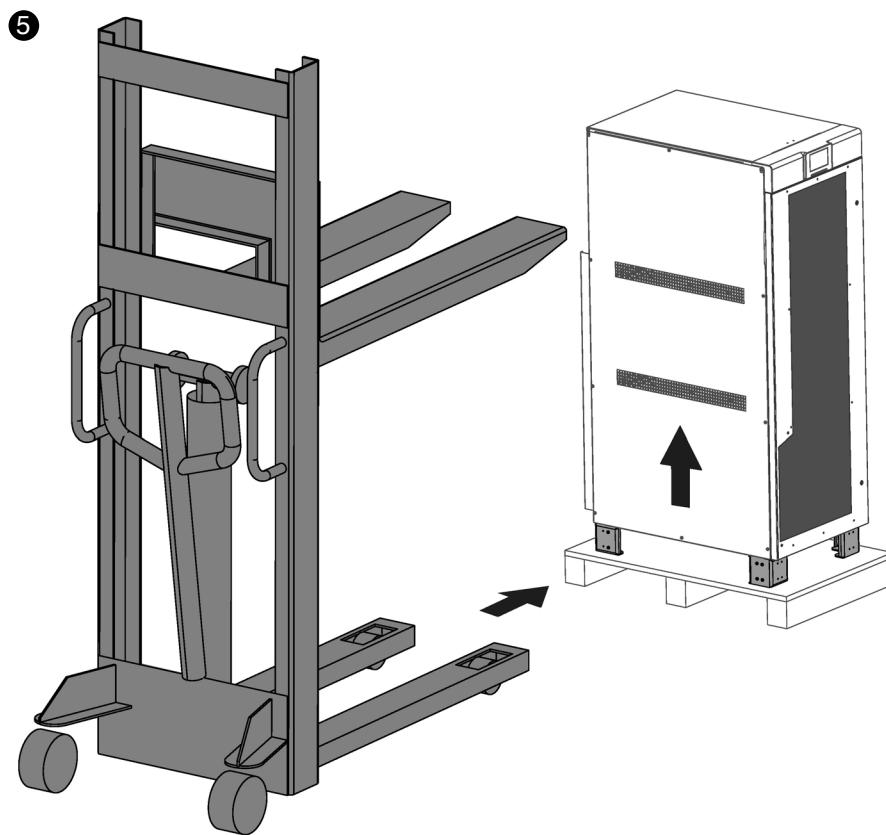

Fig. 32. Levage de l'équipement au moyen d'un transpalette.
- 5 Procéder à la descente de l'équipement de la palette à l'aide d'un chariot élévateur ou d'un transpalette (*Fig. 32*).